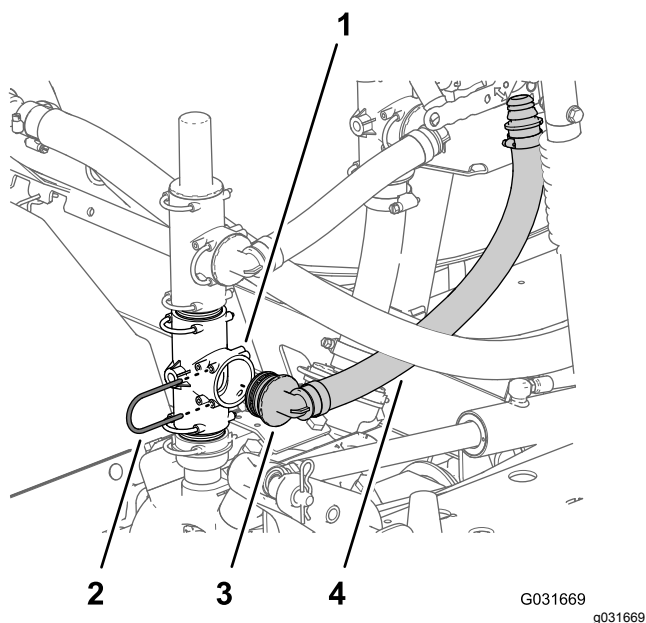

Рисунок 10
1. Совместите другой прямоугольный штуцер шланга подачи в сборе с открытым отверстием в нижнем тройнике на насосе опрыскивателя и вставьте прямоугольный штуцер до его полной посадки (Рисунок 10).
2. Закрепите прямоугольный штуцер в тройнике насоса опрыскивателя фиксатором (Рисунок 10), снятым при выполнении пункта 1 раздела Перестановка клапана сброса давления и верхнего тройника \(страница 7\).